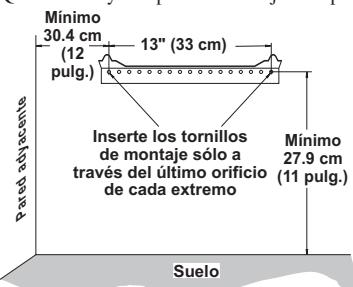

Figura 8 - Distancias mínimas del soporte de montaje
ADVERTENCIA: **mantenga las distancias mínimas que se muestran en la figura 8. Si puede, proporcione distancias mínimas mayores con respecto al suelo y la pared de unión.**
2. Marque las ubicaciones de los tornillos en la pared (consulte la figura 8).